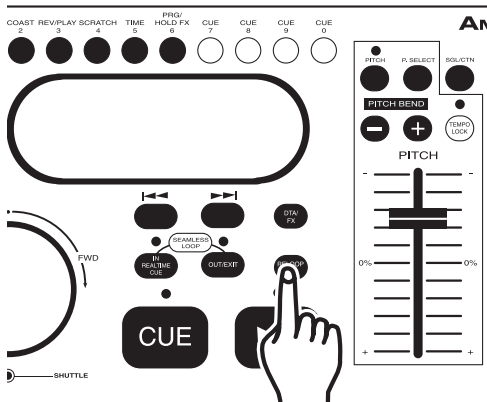

Figura 27
Tenga en cuenta que sólo se puede editar el punto de finalización; un rulo se puede acortar o extender. Antes de editar un rulo continuo primero se debe crear uno. Si no ha creado un rulo continuo (SEAMLESS LOOP), siga las instrucciones del paso 10. Si ya se ha creado uno, presione el botón RELOOP/BOP (30) para activar su rulo continuo (figura 27), si todavía no se está ejecutando. Para editar el punto de culminación de un rulo:
REPETICIÓN DE UN RULO – La función RELOOP (30) permite recuperar el rulo guardado en la memoria en cualquier momento. Las señales LED de los botones IN REAL-TIME (26) y OUT/EXIT (28) indicarán si existe algún rulo guardado en la memoria, para reproducir en cualquier momento. Para repetir un rulo, presione el botón RELOOP/BOP (30). Las señales LED correspondientes al botón IN REAL-TIME (26) y OUT/EXIT (28) volverán a titilar para indicar que se ha activado el modo de rulo continuo SEAMLESS LOOP (Figura 27) y que el rulo almacenado en la memoria comenzará a reproducirse de inmediato.
- 7) Cuando haya finalizado la programación, ya estará listo para comenzar la reproducción con sólo presionar el Botón PLAY/PAUSE (29). De esta manera, el programa comenzará la reproducción.
- 9) Para cancelar y remover la programación, presione y sostenga los botones DTA/FX (22) y PRG/HOLD FX (13) por más de dos segundos (Ver figura 27).